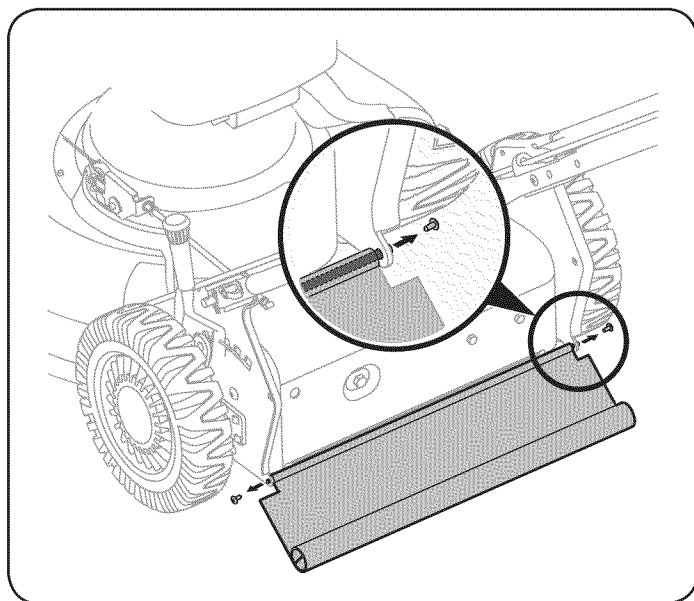

Figura 16
Lubrique el resorte de torsión y el punto de pivote en cada extremo de la puerta del adaptador de colector de pasto por lo menos una vez por temporada con aceite ligero para evitar que se oxide. Vea la Figura 16.
1. Para quitar la tapa trasera, levante la puerta trasera, quite el tornillo, y la tapa de prensa en ambos lados para quitar del agujero. Ver la Figura 16.